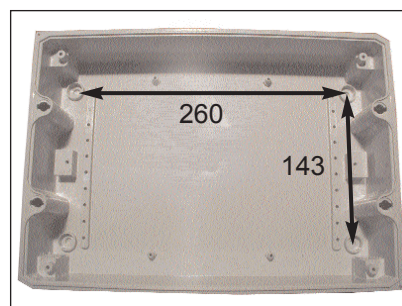

Abb. 11
7. Befestigen Sie das Gehäuse mit den mitgelieferten Dübeln und Schrauben. Verwenden Sie im Anschluss die mitgelieferten Schraubenabdeckungen (Abb. 11).